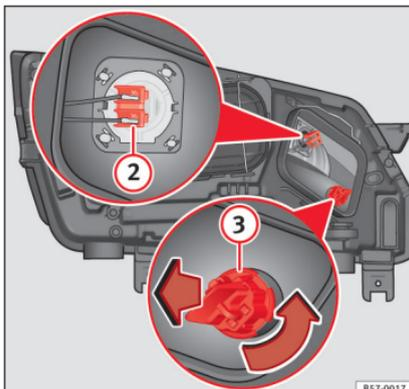

Abb. 104 Im Motorraum: Glühlampe Fernlicht ② und Glühlampe Blinker ③.
3. Drücken Sie den Stecker »» **Abb. 104** ② seitlich nach links und ziehen Sie.
3. Drehen Sie den Lampenträger »» **Abb. 104** ③ nach links und ziehen Sie.